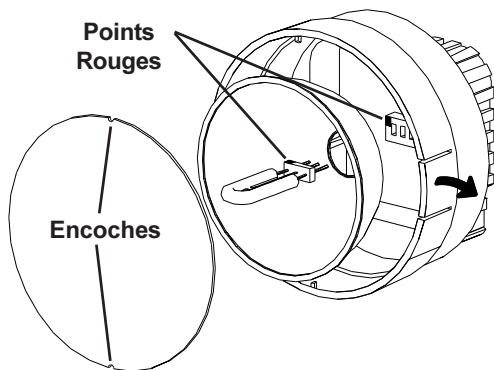

Figure 4 Remplacement de la lampe
3. Les lampes comportent un « plus » et un « moins » et doivent donc être placées dans la prise dans le bon sens. **En vous équipant d'un chiffon non pelucheux, faites correspondre le point rouge sur la lampe avec le point rouge sur la prise et faites balancer doucement la lampe lorsque vous la mettez en place (voir Figure 4).** Assurez-vous que la lampe est bien droite et centrée dans le trou de réflecteur.
4. Réinstallez le réflecteur et positionnez la lentille frontale installée en faisant correspondre les encoches de la lentille avec les deux petits onglets sur le réceptacle afin d'éviter que la lentille ne tourne (voir Figure 4). Repoussez les onglets sur le devant vers l'extérieur et placez la lentille.